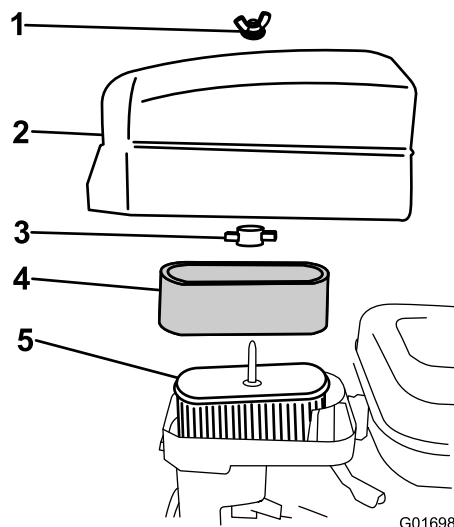

Figura 26
4. Se l'elemento in schiuma sintetica è sporco, toglietelo dall'elemento di carta (Figura 26) e pulite accuratamente come segue: